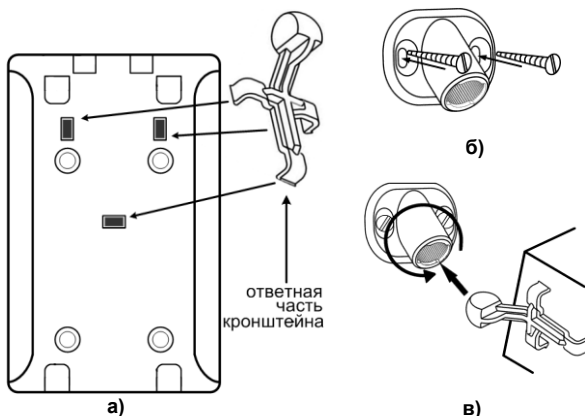

Рис.9 Установка извещателя Рапид-Р2
- Закрепите на основании извещателя ответную часть кронштейна (рис.9а) с помощью защелок.
- Разметьте на стене отверстия для монтажа с учетом положения отверстий в основании кронштейна и закрепите кронштейн на стене (рис.9б).
- Соедините ответную часть и основание кронштейна и поверните основание извещателя в нужное положение (рис.9в).